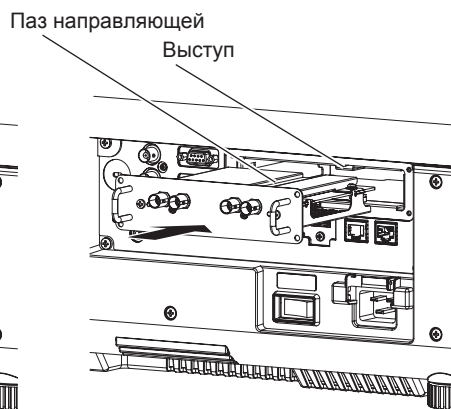

Рис. 2
2) Установите Интерфейсную плату в проектор. (Рис. 2)